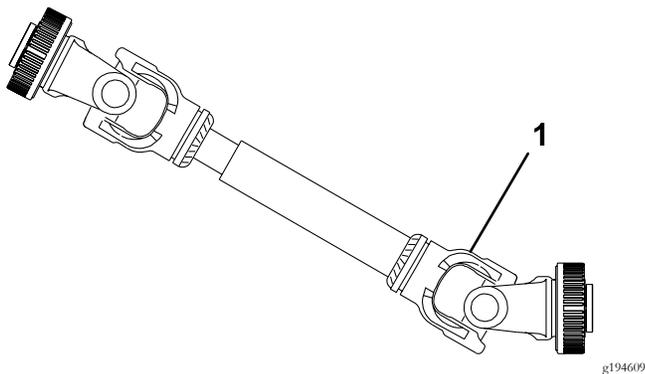

Figure 25
**Important:** Lors de l'accouplement de la PDF, veillez à ne pas élever l'aérateur plus haut que nécessaire. Les joints de l'arbre de PDF se briseront si l'aérateur est levé trop haut (Figure 25). La PDF peut fonctionner à un angle de 25°, mais elle ne doit jamais dépasser 35° quand l'aérateur est à la position la plus élevée au risque d'endommager l'arbre gravement.